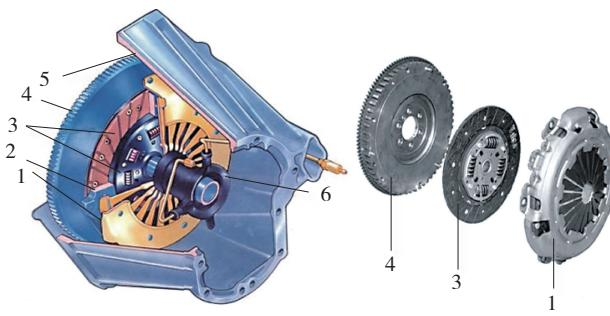
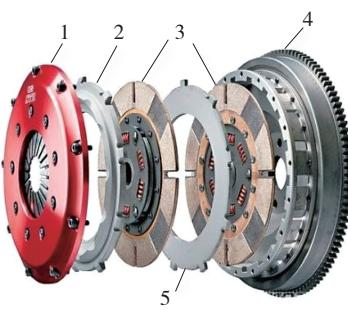

图 1-1-3 单片离合器
图 1-1-4 双片离合器
(2) 根据从动盘的数目不同，分为单片离合器（图 1-1-3）和双片离合器。单片干式离合器对应一般车辆已经足够了，但是对于动力更强的载货车或者轨道车辆，还需要双片干式离合器，它多了一套离合器摩擦片，扭矩容量也更大，如图 1-1-4 所示。